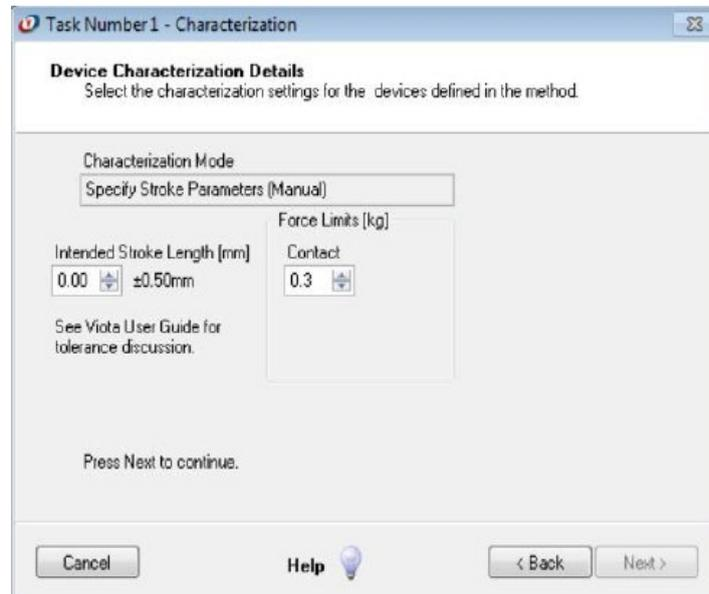

Figura 23. Caracterização no modo *Specify Stroke Parameters (Manual)*.
- Especifique através do *Specify Stroke Parameters (Manual)* que são os parâmetros de curso manual, e ajuste os controles de contato e comprimento do curso conforme necessário, Figura 23. Os valores a serem definidos para limites de força em Kg são na caixa *Contact*, 0,3 é o padrão. Clique em *Next >* e continue.